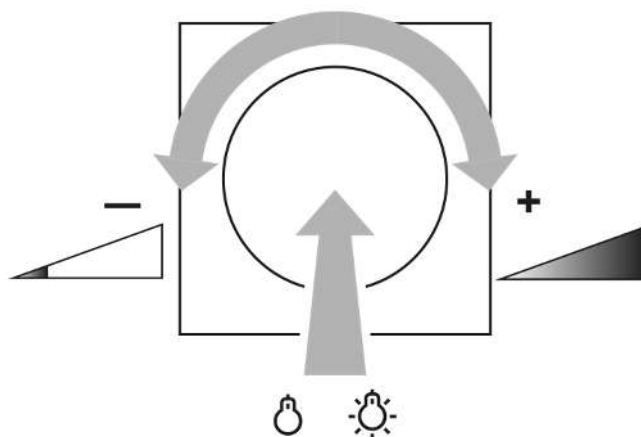

Bild 1: Koppla om ljuset eller ställa in ljusstyrkan
- Tryck kort på knappen: ljuset tänds eller släcks (se bild 1).
- Vrid snabbt på knappen: ljusstyrkan förändras snabbt (se bild 1).
- Vrid långsamt på knappen: ljusstyrkan förändras långsamt (se bild 1).